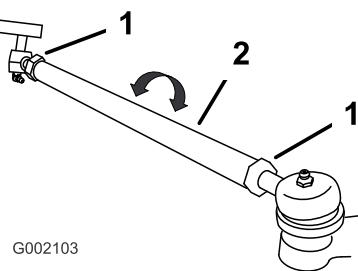

Figura 54
7. Se la misura non rientra nel campo specificato di 0–6 mm, allentate i controdadi da ambo i lati dei tiranti (Figura 54).